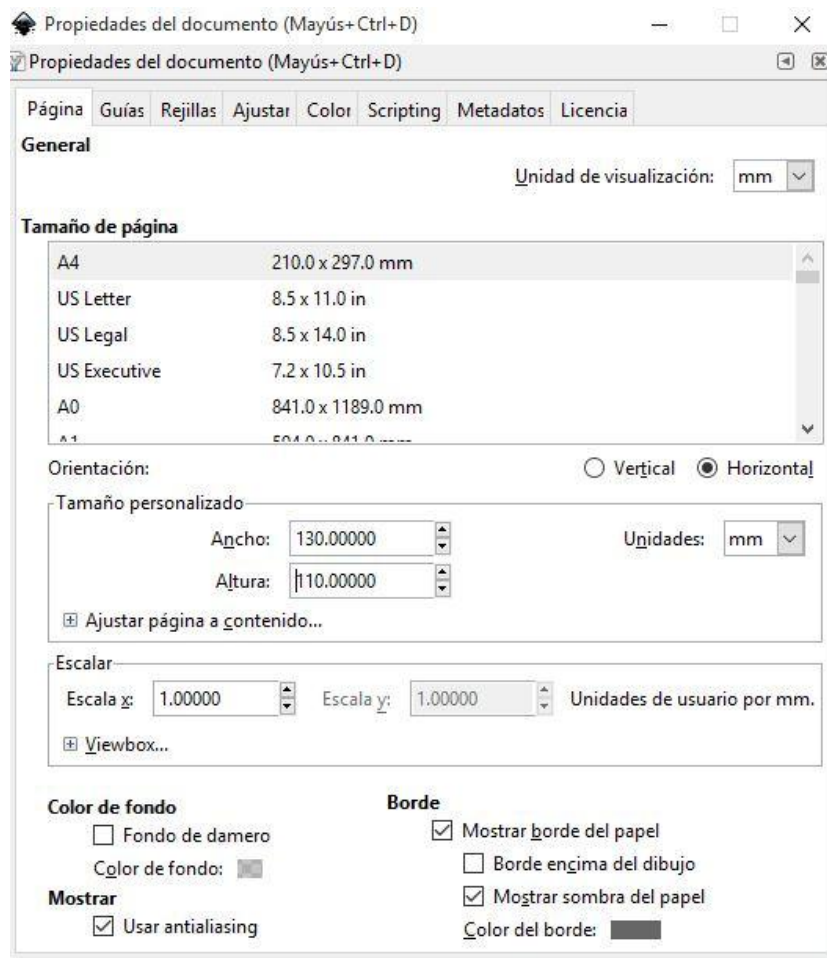

Figura 6.6. Estableciendo las dimensiones del área de trabajo
5. En Propiedades del Documento establezca las dimensiones del área de trabajo (130X110mm), figura 6.6.